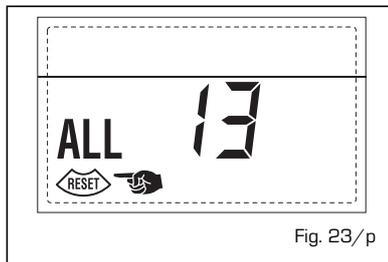

Fig. 23/p
- ANOMALIA SONDA FUMI "ALL 14" (fig. 23/q)